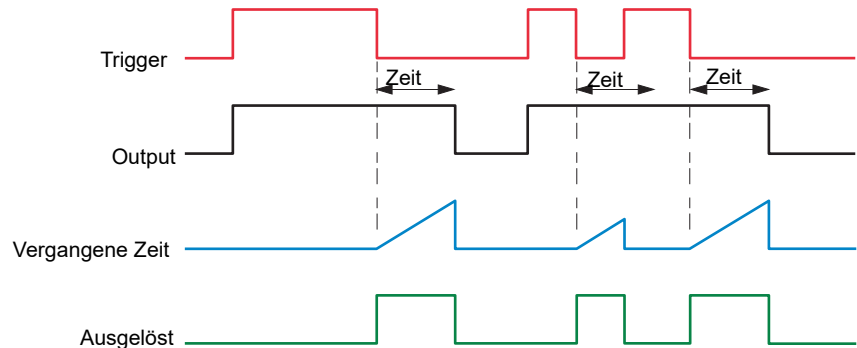

Abbildung 121 „Min On“-Definitionen
**Anmerkung:** Zur besseren Vergleichbarkeit sind beide in Abbildung 121 gezeigten Zeitänderungen auf den gleichen Wert eingestellt. Dies ist aber keine Voraussetzung.